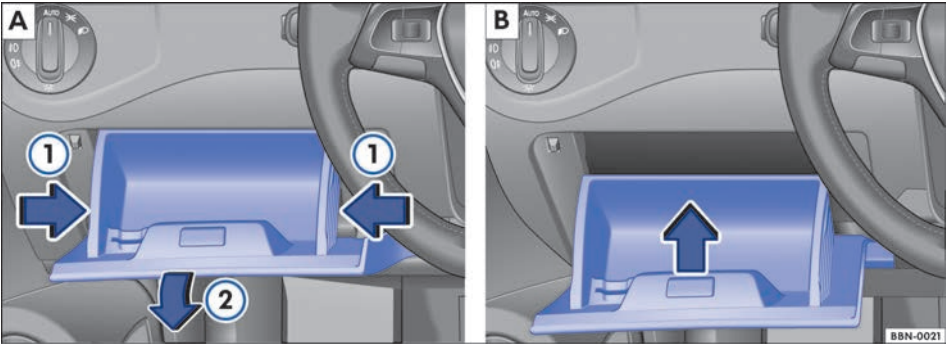

图 190 仪表板上的保险丝盒盖板：位于方向盘左侧
- 打开驾驶员侧杂物箱，沿箭头 ① 方向向内压盒盖左右侧板，同时沿箭头 ② 方向向外拉开盒盖 ⇒ 图 190 A，再沿箭头方向向上拉出盒盖 ⇒ 图 190 B。